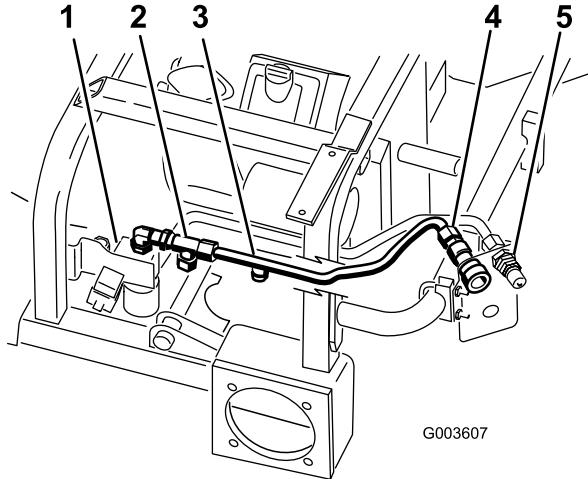

Bild 16
5. Positionieren Sie die Hydraulikleitung Nummer 2 in der Maschine, siehe Bild 16.
6. Befestigen Sie die Hydraulikleitung Nummer 2 am T-Anschlussstück, das am 90-Grad-Krümmer und oben am Ventil montiert ist (Bild 16).
7. Befestigen Sie die Hydraulikleitung Nummer 2 an der oberen Kupplung mit Innengewinde (Bild 16).